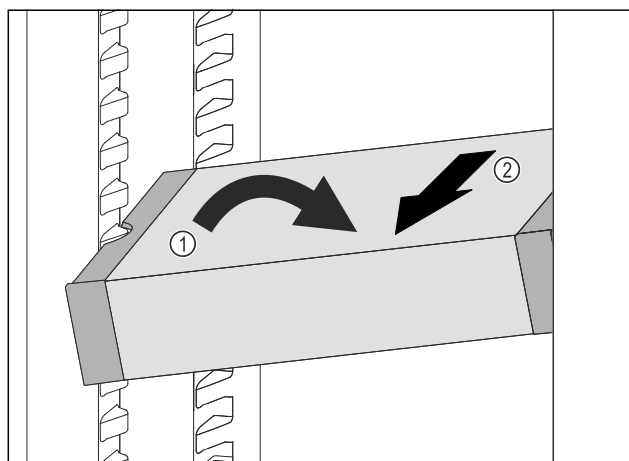

Fig. 132
- ▶ Plasser VarioSafe skrått i kjøleskapet. Fig. 132 (1)
- ▶ Ta ut VarioSafe ved å trekke den forover. Fig. 132 (2)